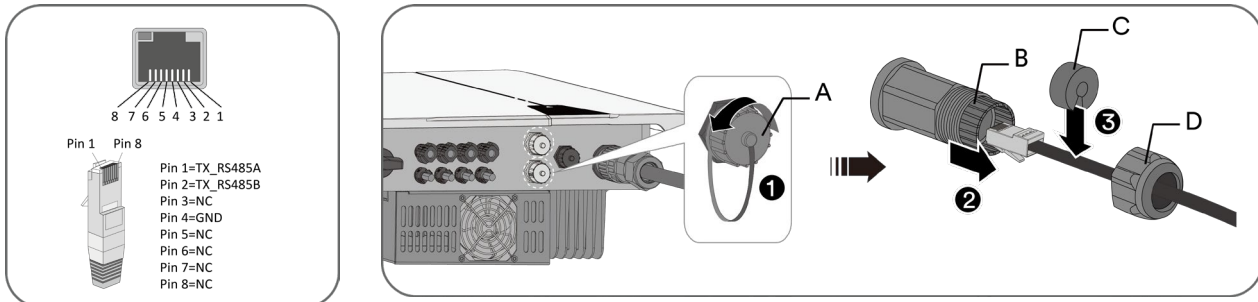

Abb. 35.Kabelanschlussbelegung Abb. 36.Netzkabel einführen
1. Isolieren Sie den Draht ab und befestigen Sie ihn in der entsprechenden Klemme (siehe Abb. 35).